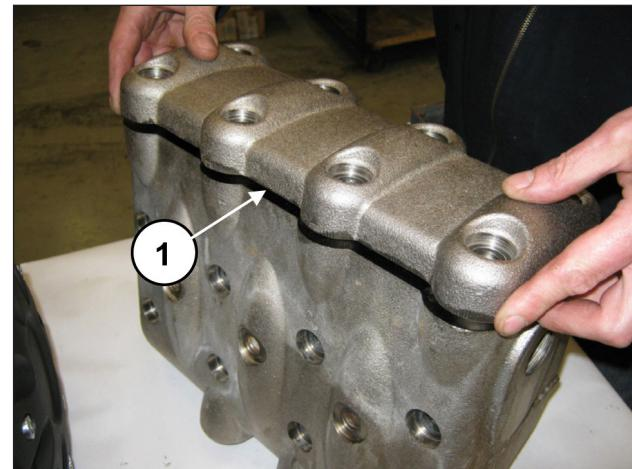
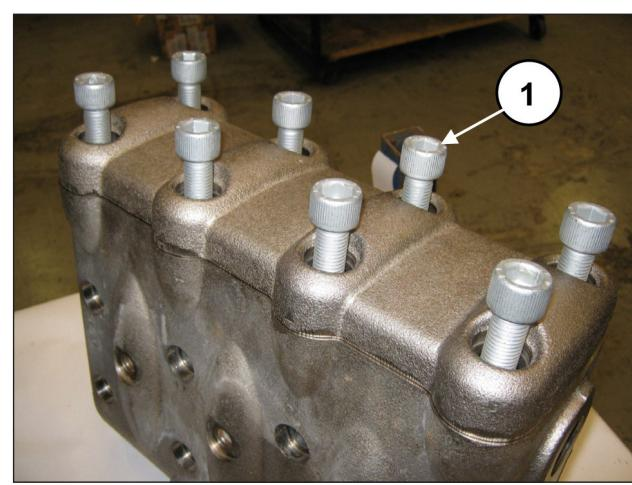

Abb. 128
Abb. 129
Setzen Sie die Ventilkappe samt O-Ring und Stützring ein. Bringen Sie nach Montage der Ventilgruppen und der Ventilkappe den Ventildeckel an (Pos. ①, Abb. 128) und ziehen Sie die 8 Schrauben M16x55 fest (Pos. ①, Abb. 129).